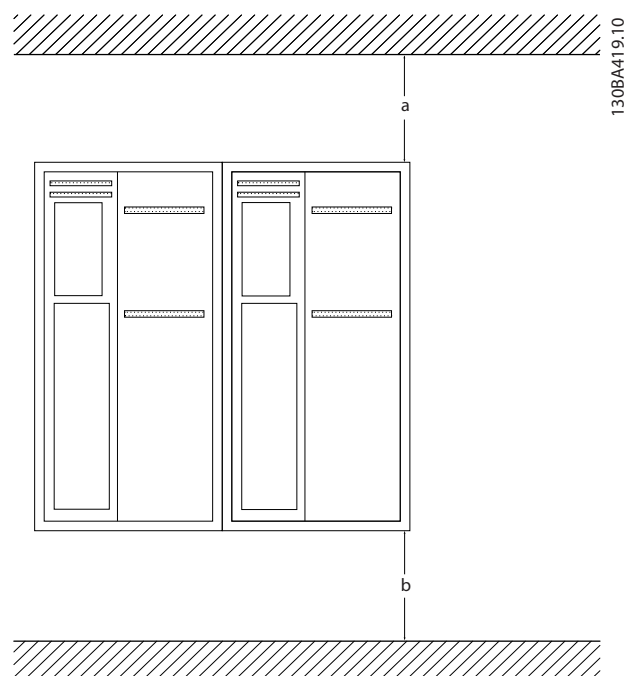

Bild 2.1 Övre och nedre kylningsavstånd
- Se till att kylningsavståndet är tillräckligt både över och under enheten. I allmänhet måste avståndet vara 100–255 mm. I *Bild 2.1* finns information om avståndskrav